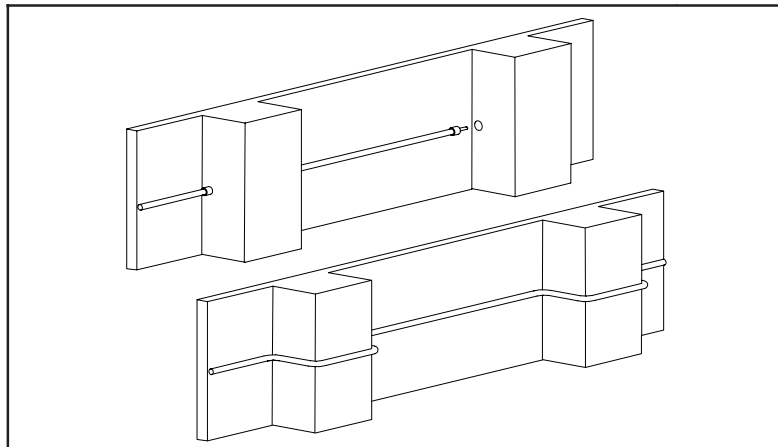

Abbildung 20
- Bei der Umgehung von Hindernissen, wie z.B. Wandpfosten oder Stahlpfeilern, kann eine lineare Sensorverlegung dadurch erreicht werden, daß man ein 10 mm großes Loch durch das Hindernis bohrt und das Sensorkabel hindurchführt. Die mit Gummidichtungen versehenen Enden des Rohres (es ist nicht nötig auch das Rohr hindurchzuführen) sollten dabei fest im Bohrloch sitzen. Falls es nicht möglich ist ein Loch durch das Hindernis zu bohren muß das Rohr in sanften Bögen um das Hindernis verlegt werden. Abbildung 20 zeigt ein typisches Beispiel.